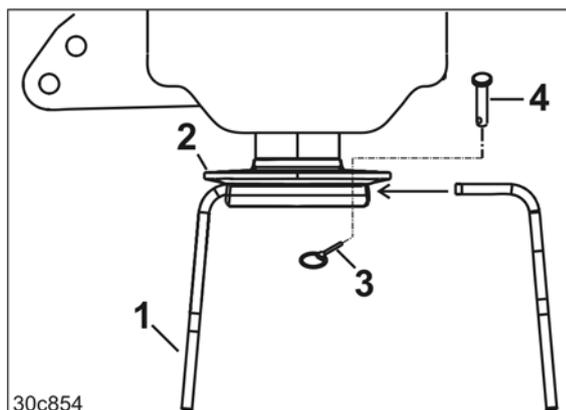

Fig. 59
Les dents (Fig. 59/1) sont fixées dans les fourreaux des porte-outils (Fig. 59/2).
1. Retirez la goupille (Fig. 59/3) de l'axe de fixation (Fig. 59/4).
2. Chassez l'axe (Fig. 59/4) vers le haut pour le sortir du porte-outils.